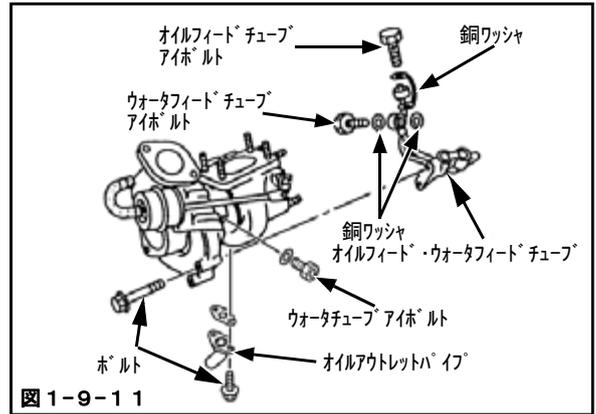

図1-9-11
- (1) F, Rのオイルアウトレットパイプを取外してください。(図1-9-11)
- (2) F, Rのウォータフィードチューブアイボルトとオイルフィードチューブアイボルトを取外してください。(図1-9-11)
- (3) ボルトを外し、F, Rのオイルフィード・ウォータフィードチューブを取外してください。(図1-9-11)
- (4) ウォータチューブアイボルトを取外してください。(図1-9-11)